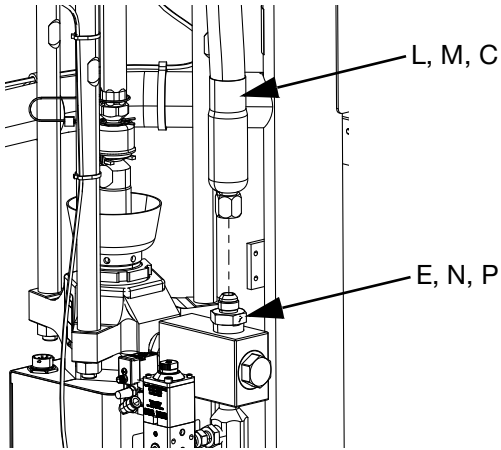

FIG. 22
4. In caso di utilizzo di un sistema di alimentazione a pistone iQ singolo, collegare il tubo flessibile di alimentazione 1 (C) al raccordo del sistema di alimentazione a pistone verso il tubo di alimentazione 1 (E) come illustrato in FIG. 1 e FIG. 22.
- a. Collegare il tubo tandem 1 (L) al raccordo dell'unità di alimentazione a pistone 1 verso il tubo flessibile tandem 1 (N) come illustrato in FIG. 2 e FIG. 22.
- b. Collegare il tubo tandem 2 (M) al raccordo dell'unità di alimentazione a pistone 2 verso il tubo flessibile tandem 2 (P) come illustrato in FIG. 2 e FIG. 22.